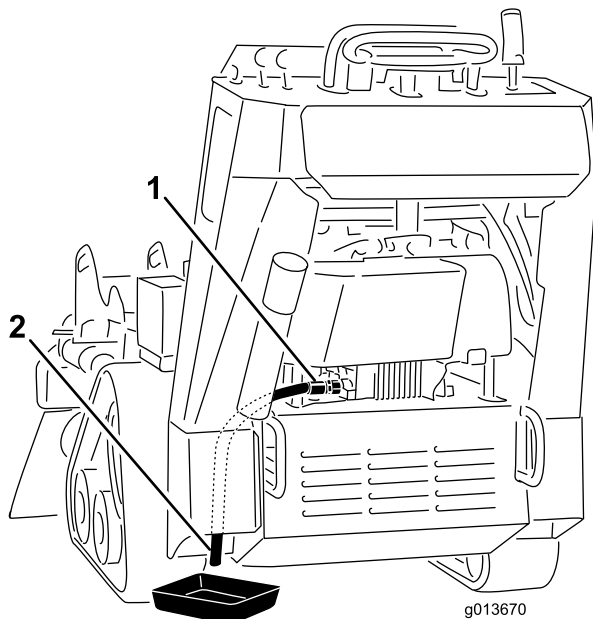

Bild 33
5. Stellen Sie eine Auffangwanne unter den Ablassschlauch. Drehen Sie das Ölablassventil, damit das Öl ablaufen kann (Bild 33).